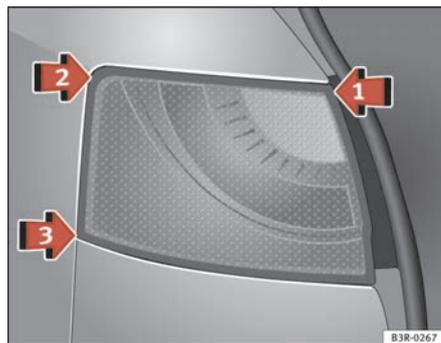
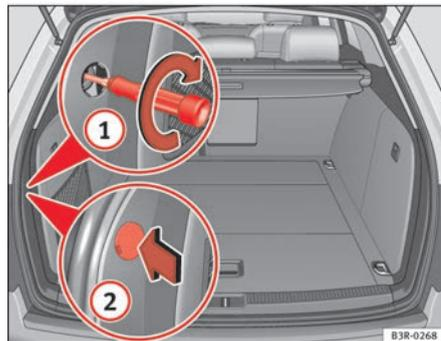

Fig. 224 Montar la unidad de luz trasera
Fig. 225 Maletero: Posición del tornillo de fijación para la unidad de luz trasera
- Coloque la unidad de luz trasera primero en ⇒ fig. 224 flecha ① en el alojamiento.
- Presione ligeramente la unidad de luz trasera, primero por el punto ② y luego por el punto ③ contra el alojamiento, hasta que los clips asienten firmemente en los cojinetes de goma.
- Ejercer una ligera presión sobre la parte superior de la unidad de luz trasera y fíjela con el destornillador desde el maletero ⇒ fig. 225 ①.
- Vuelva a colocar la cubierta del tornillo con el rebaje hacia atrás ②.